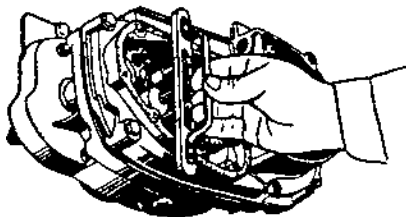

Рис. 5.17. Определение осевого зазора вала переключения передач “Иж-П5”
- проверить осевой зазор вала переключения передач (рис. 5.17) при помощи калибра. В одном из положений калибра опорная шайба должна плотно прижиматься к нему, в другом - свободно вращаться. Это обеспечивает зазор между опорной шайбой и бобышкой крышки 0,2-0,4 мм.